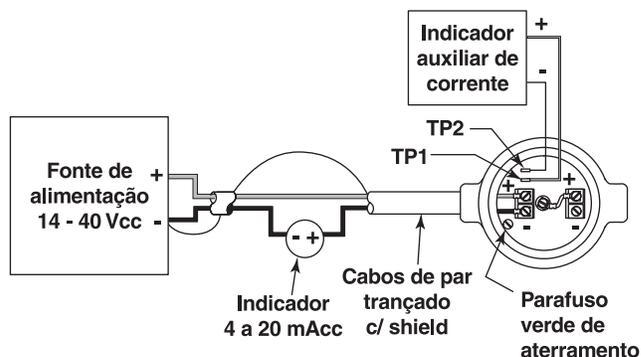

Figura 7
2. Conecte o fio positivo da alimentação ao terminal(+) e o fio negativo ao terminal(-). Conecte o shield ao parafuso de terra de cor verde na base do invólucro. Faça que esta conexão seja a menor possível. Veja a Figura 7.